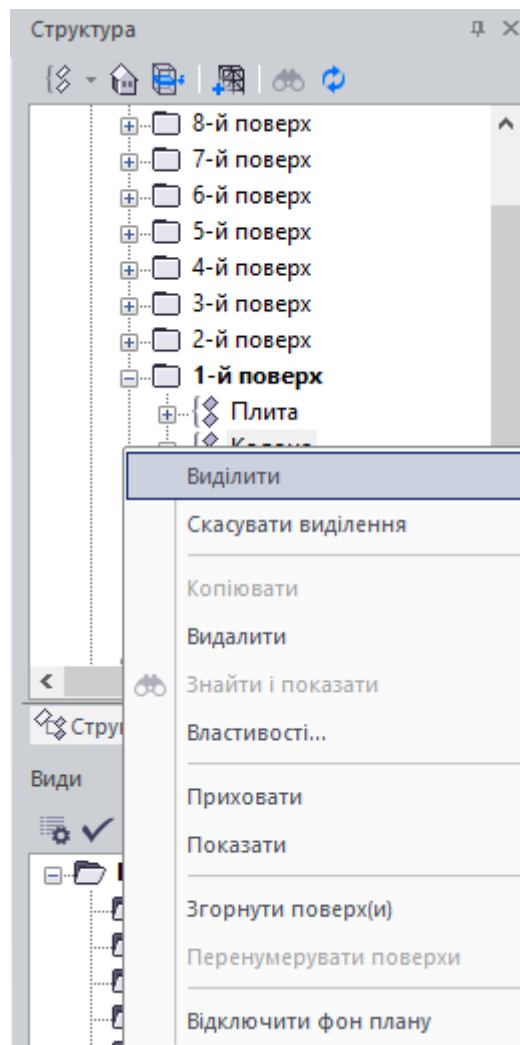

Рис. 27.9. Виділення колон через дерево проекту
- Виберіть команду **Виділити** з контекстного меню (рис. 27.9).